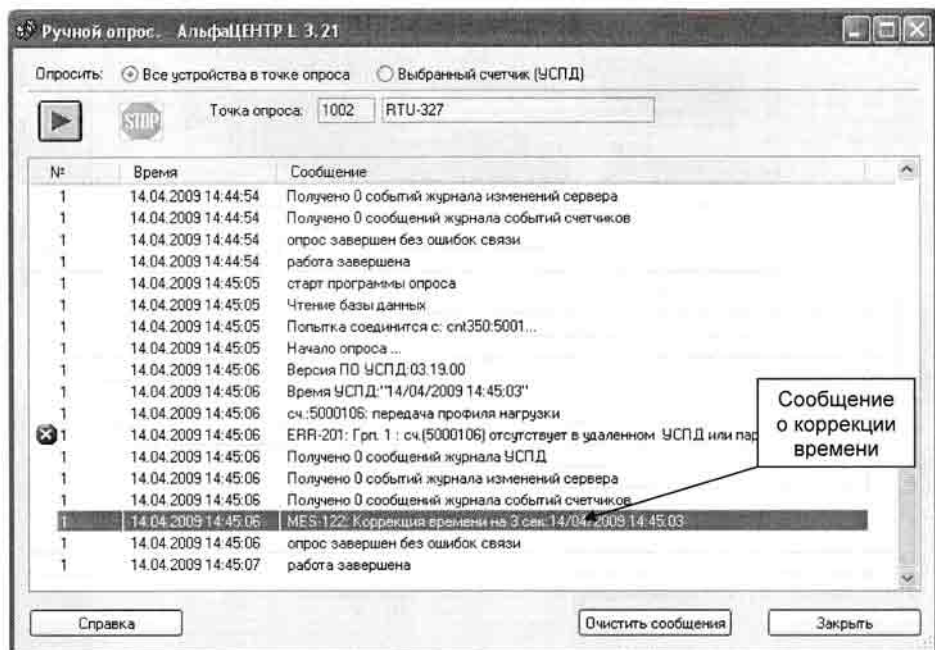

Рисунок 5. Ручной опрос ИВК.
- 6.3.9 Произвести ручной опрос ИВК АльфаЦЕНТР с помощью инженерного пульта с выставленной опцией коррекции времени. Убедиться в успешном прохождении синхронизации времени в ИВК (рисунок 5).